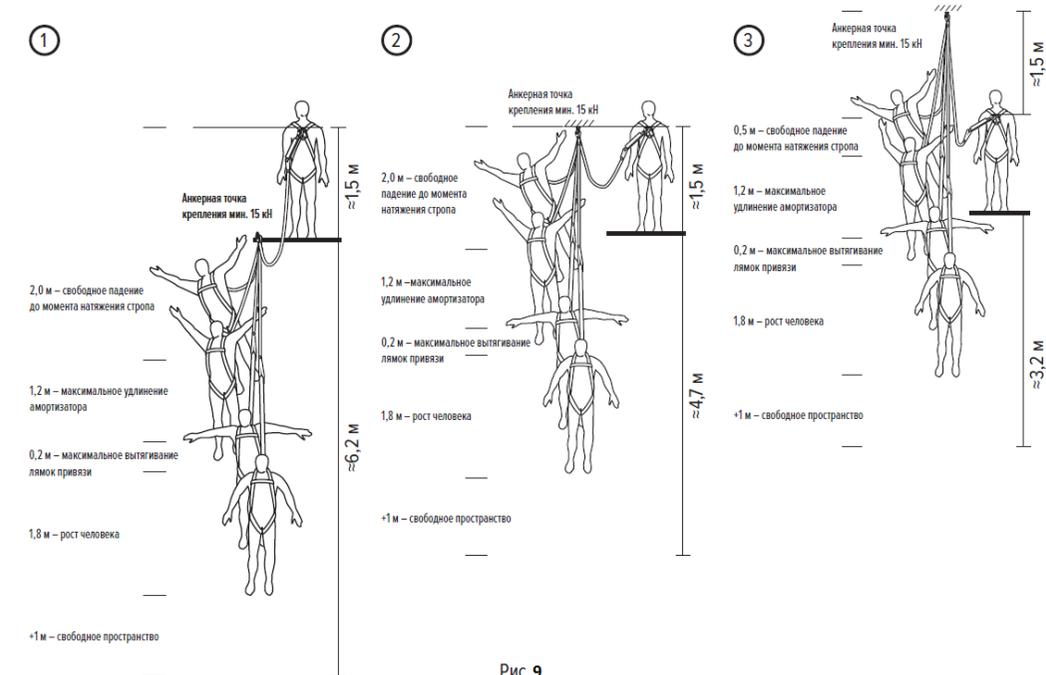

Рис. 9
**ПРИМЕРЫ ЭКСПЛУАТАЦИИ СТРОПА С АМОРТИЗАТОРОМ (С УЧЕТОМ ЗАПАСА ВЫСОТЫ) Рис.9**